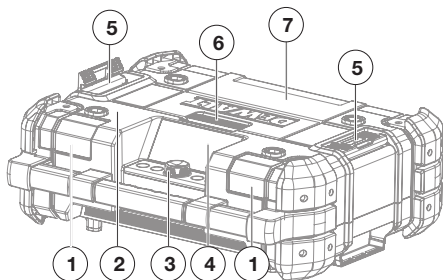
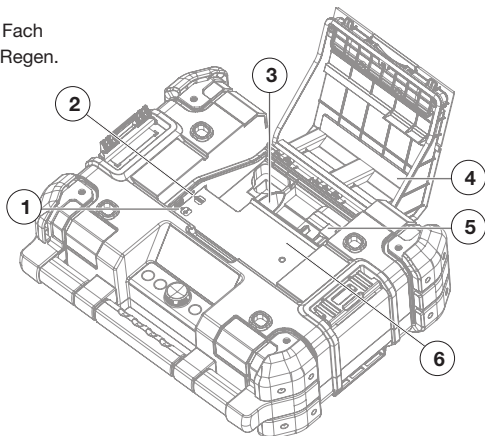

Abbildung 1. Vorderansicht
Abbildung 3. Aufbewahrungsfach
- Öffnen Sie das Fach, um den AC/DC-Stromadapter zu entnehmen (siehe Abbildung 1 und Abbildung 3).